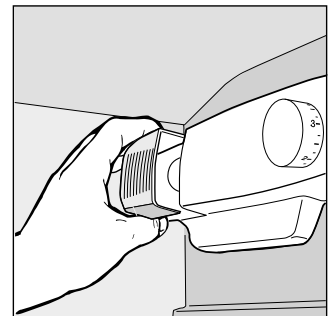

Fig. 3
- Cómo cambiar la bombilla interior: En la parte trasera de la caja termóstato está situada la bombilla de alumbrado interno. En caso de tener que reemplazarla, desenrosca la bombilla agotada y sustitúela con otra cuya potencia no sea de más de 15 W actuando según se indica en la fig. 3.